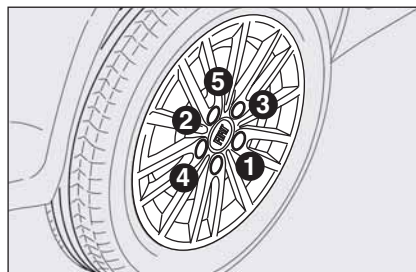

fig. 10
- ☐ utilizando la llave en dotación, apriete a fondo los tornillos siguiendo el orden numérico ilustrado en la figura **fig. 10**;